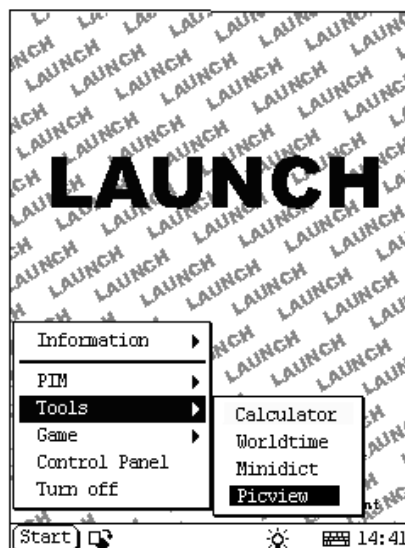

Abb. 4-10
- 2) Wählen Sie 'Tools' im Pop-up-Menü. (Siehe Abb. 4-10)